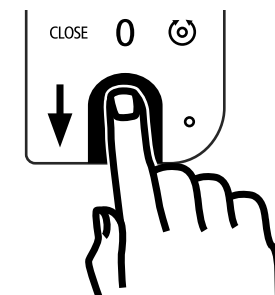

Fig. 8
- 2 Mueva la punta del dedo cuya huella haya guardado de arriba abajo sobre la zona de contacto (Fig. 8).